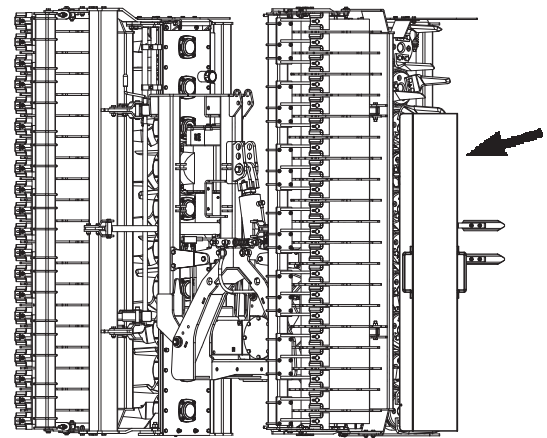

FIG. 20 Messerschutz
- Messerschutz für Maschine in Arbeitsstellung (Fig. 20)